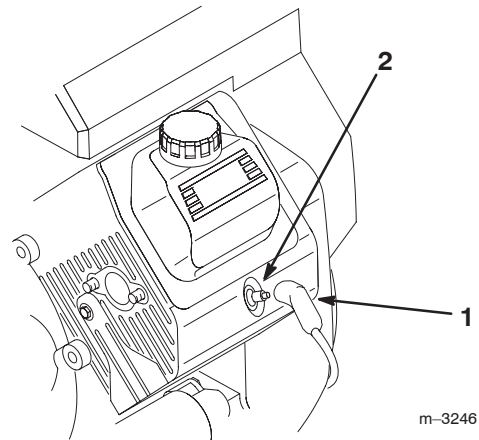

Bild 58
3. Ziehen Sie die Kerzenstecker ab (Bild 58).
3. Stecken Sie die Zündkerzenstecker wieder auf die Zündkerzen auf (Bild 58).